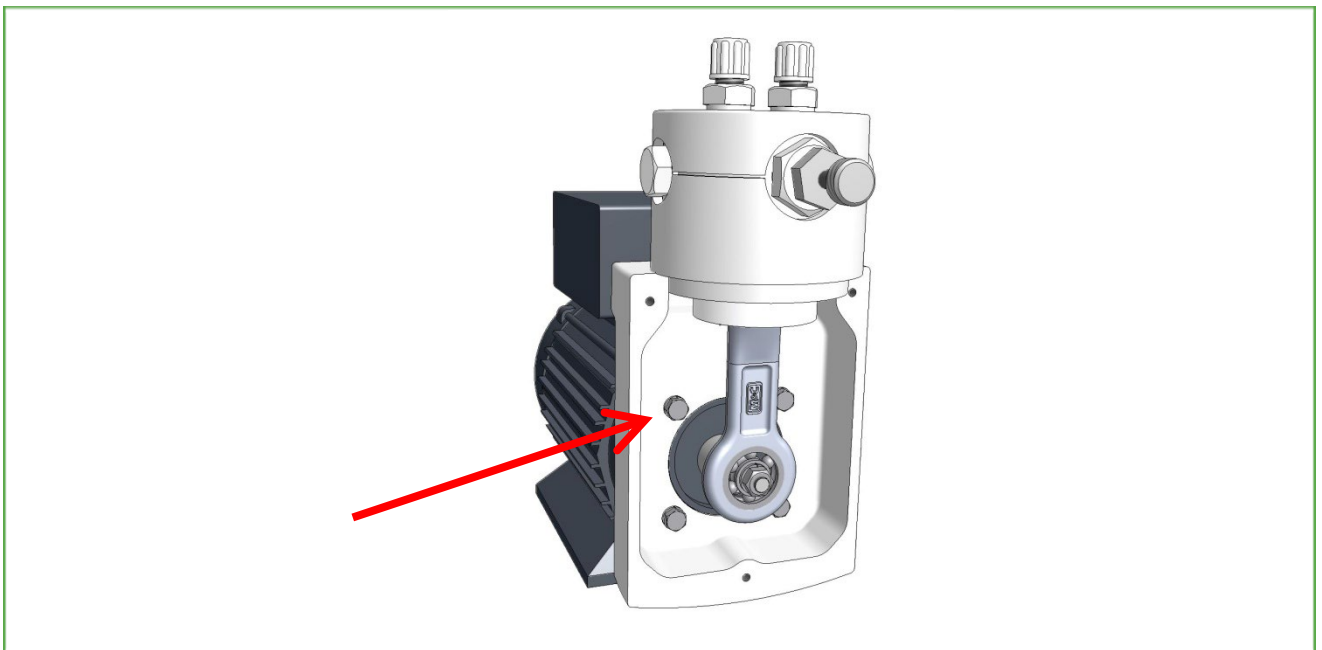

Abbildung 7 Pumpenkopf drehen
3. Nun können die vier Flanschschrauben gelöst werden (siehe Abbildung 7).